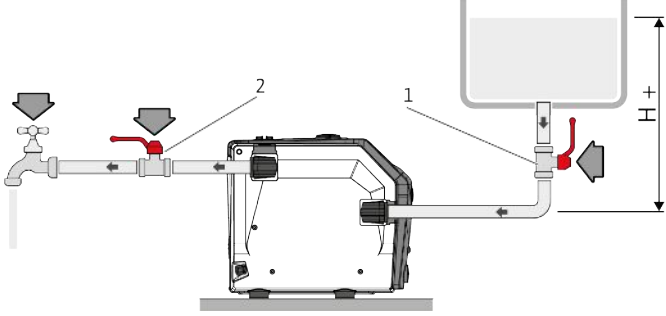

Fig. 9: Yük işletimi
- Havalandırma deliğinden su çıkana kadar (Fig. 9) ürünü su ile (yakl. 1,5 L) doldurun.